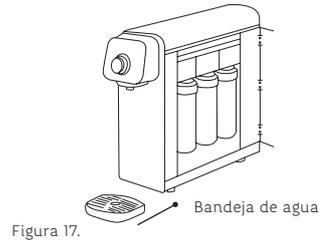

Figura 17.
10. Coloca la bandeja de agua en su posición. Para ello, acerca la bandeja a la parte inferior y esta se unirá automáticamente al Purificador por medio de su parte magnética (ver Figura 17).